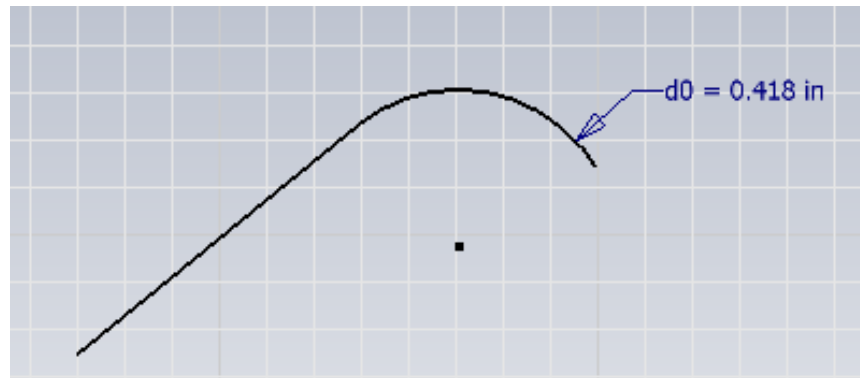

Figura 3.9 Generación de un arco tangente a una línea.
- Desplace el cursor sobre el área de trabajo para generar el arco, figura 3.9